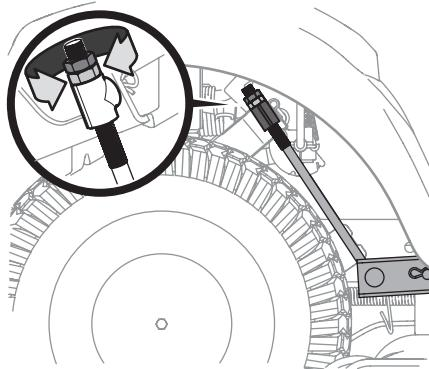

Figura 4-6
- Debajo de los guardabarros traseros dentro de las ruedas hay una varilla de ajuste de elevación para cada lado de la plataforma. Vea la Figura 4-6.